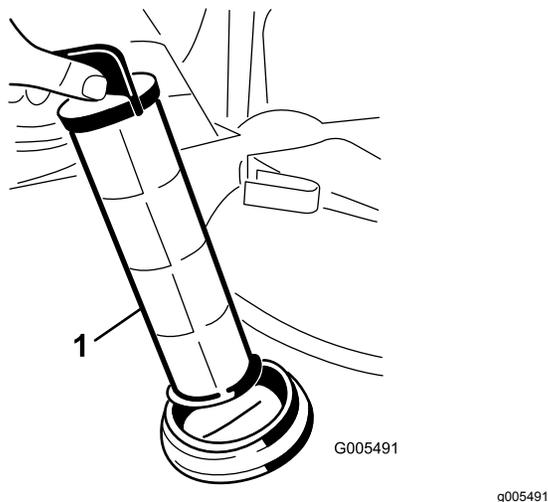

Figura 69
4. Estraiete il filtro di aspirazione dal foro (Figura 69).